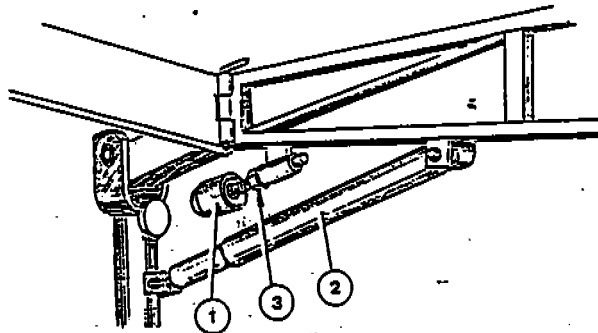

Fig. 7
3.1 - Subject bumper (1-Fig. 7)
Adjust until the subject mounting arm seats on the bumper before the damper (2-Fig. 7) reaches the limit stop (fully retracted). To do this, turn the bumper (1-Fig. 7) after loosening lock nut (3-Fig. 7).
3.1 - Tampone parascoppi del soggetto (1-Fig. 7)
La regolazione consigliata deve garantire l'appoggio del braccio portasogetto al tampone stesso prima che l'ammortizzatore (2-Fig. 7) arrivi a fine corsa, tutto chiuso. Per il posizionamento voluto, ruotare il tampone (1-Fig. 7) dopo avere sbloccato il controdado (3-Fig. 7).